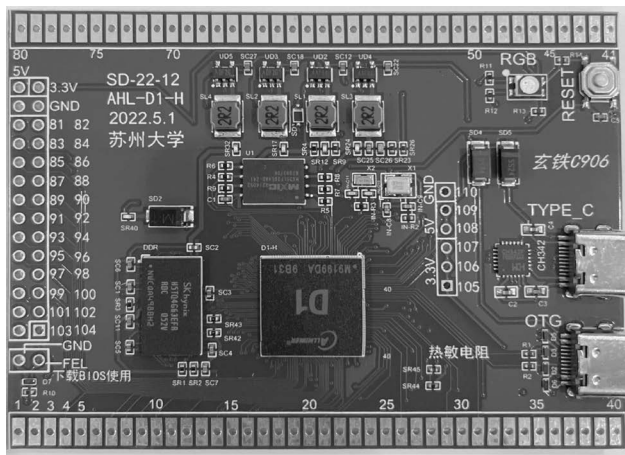

图 3-5 AHL-D1-H 硬件图
图 3-5 给出了 D1-H 硬件图,内含 D1-H 芯片及其硬件最小系统、三色灯、复位按钮、两个 USB-Type-C 口(其中一个通过 USB 转串口芯片提供二路 UART 接口),DDR3 存储器、电源模块 1(5V 转 0.9V,CPU)、电源模块 2(5V 转 3.3V)、电源模块 1(5V 转 0.9V,SYS)、电源模块 4(5V 转 1.5V,RAM)、温度传感器、SPI Nand Flash 等基本组成,见表 3-5。
(2) 热敏电阻。AHL-D1-H 除了其 MPU 内部有温度传感器外,图 3-5 的下侧还有一个区域标有“热敏电阻”字样,这是一个外接温度传感器,即热敏电阻,用于测量环境温度。其电路及编程方法将在 8.2 节中阐述。
(3) Type-C 串口。用于使用 Type-C 线将 GEC 与 PC 的 USB 连接起来,实质是串行通信连接,用 USB 接口模拟串口是为了使用方便,现在的 PC 和笔记本计算机已经逐步取消了串行通信接口,将在第 6 章对此进行阐述。
(4) FEL 接口。FEL 负责将外部数据写入本地的 NVM。在 Normal BROM 模式下,系统从 CPU0 启动,然后 BROM 中的程序读取 FEL 引脚的状态。若 FEL 引脚为高电平,则系统进入快速启动过程;若 FEL 引脚为低电平,则系统将跳转到强制升级过程。
(5) 复位按钮。图 3-5 的右上部有个按钮,其作用是热复位。其特别功能是,在短时间